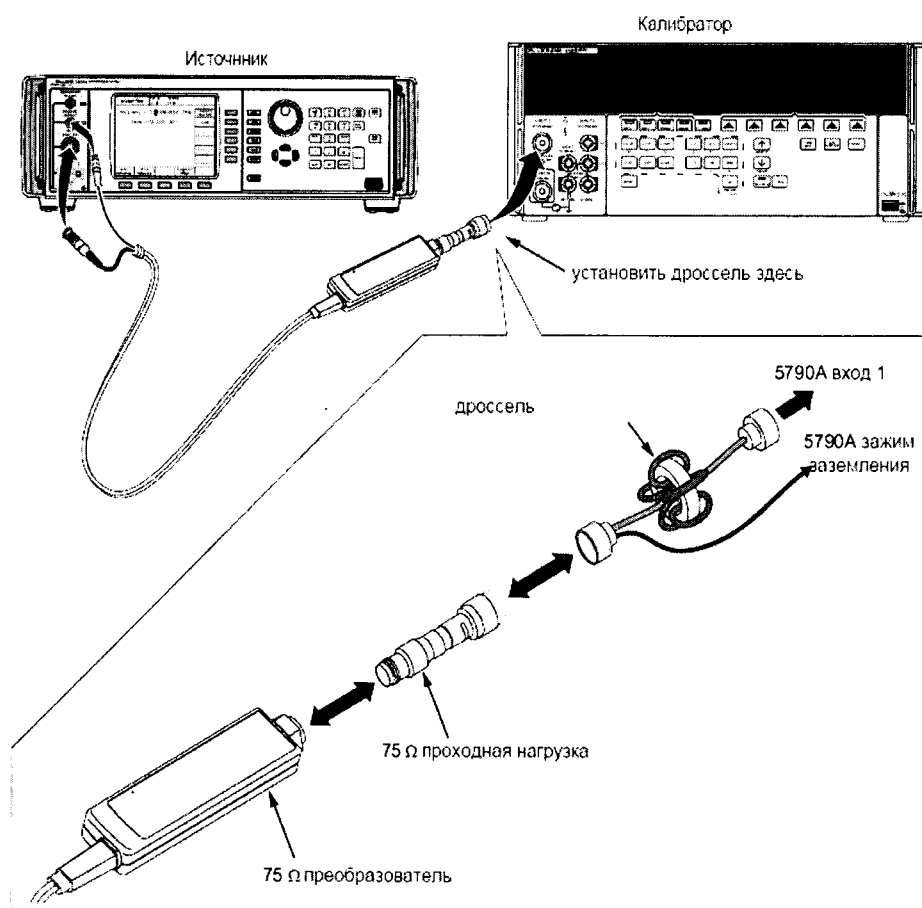

Рисунок 9.
8.14.1.1 Соединить измерительный преобразователь 75 Ом со входом INPUT 1 калибратора 5790А через нагрузку 75 Ом (рисунок 9). Примечание: Используйте дроссель, чтобы уменьшить значение шума и получить более точные результаты измерений. Дроссель необходимо установить между проходной нагрузкой и входом калибратора 5720А. Параметры дросселя – 6 витков коаксиального кабеля диаметром 0,5 мм на тороиде TDK H5C2 – T28-13-16.